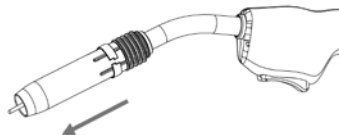

Рис. 9.16. Порядок заправки сварочной проволоки.
10. Заправьте сварочную проволоку (см. рис. 9.16).